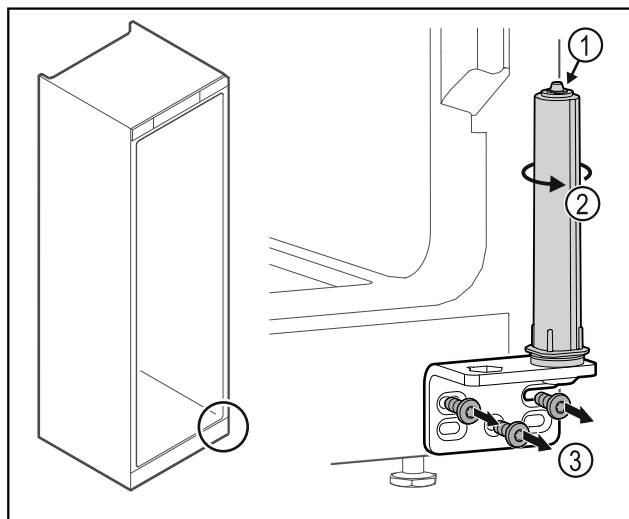

Fig. 36
- ▶ Systemu blokującego drzwi nie należy demontować Fig. 36 (1).
- ▶ System blokujący Fig. 36 (2) obrócić do momentu, aż kliknie.
- ▶ Odkręcić zawias Fig. 36 (3).